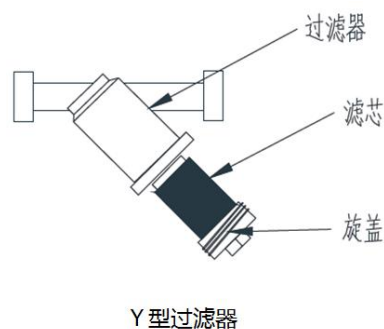

图 12 本公司常用的过滤器
- 定期清理设备水路中的过滤器,一般7~10天清洗一次过滤器,本公司常用的过滤器,如图12所示,Y型过滤器安置在水泵吸水或者设备出水口;